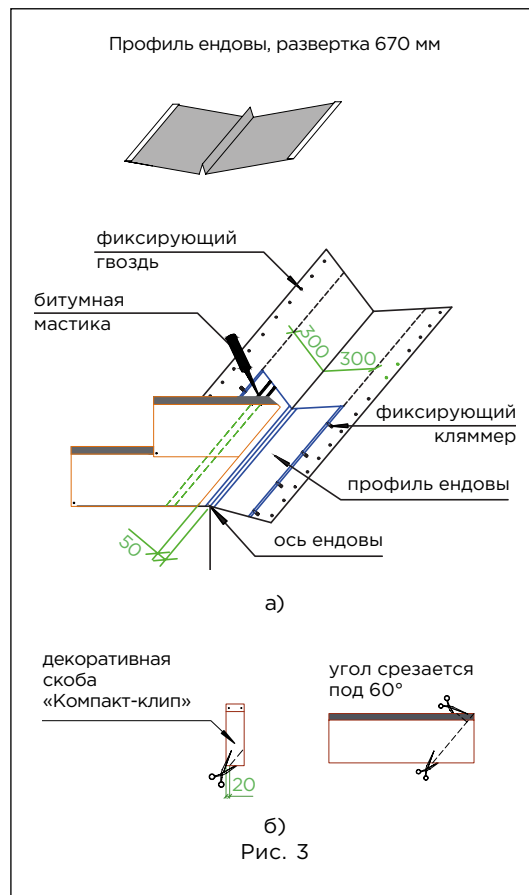

Рис. 3
Ендова (рис. 3)
1. Необходимо также подрезать верхний уголок обрезанного края листа (см. рис. 3б) для правильного стока воды.
2. Крепление обрезанного листа к профилю ендовы осуществляется при помощи сплошной полосы битумной мастики (рис. 3а).
4. В случае, если скоба «Компакт-клип» приходится на место обреза листа, можно либо обрезать накладку, оставив минимум 20 мм в нижней части (рис. 3б), либо произвести укладку листов без использования накладки.